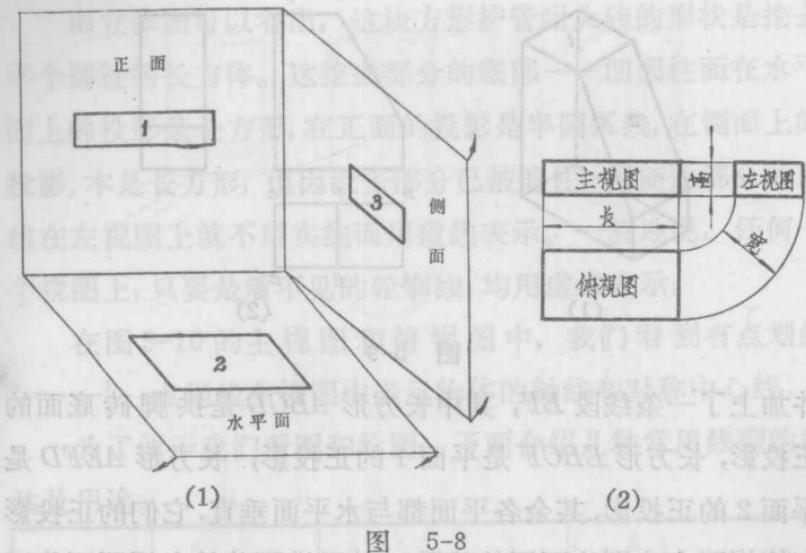

图 5-8
拿去耐火砖，把水平面与侧面剪开摊平，去掉三个投影面的边框线，剩下耐火砖的三个视图——主视图、俯视图和左视图（图 5-8）。象这样用物体的主视图、俯视图和左视图来反映物体的形状和大小
的图，称为物体的三视图。从图 5-8 (2) 中可以看出，它们的位置关系是俯视图在主视图的下边，左视图在主视图的右边。
从图 5-8(2)可以看出，三视图的每一个视图只表示物体某一方面的形状和大小。在主视图上反映了物体的长和高；在俯视图上反映了物体的长和宽；在左视图上反映了物体的高和宽。因为投影时物体的位置没有改变，所以主视图和俯视图上物体的长是对正的；主视图和左视图上的高是平齐的；俯视图和左视图上的宽是相等的。对三个视图间的这种关系，可简单地概括为下面的口诀：